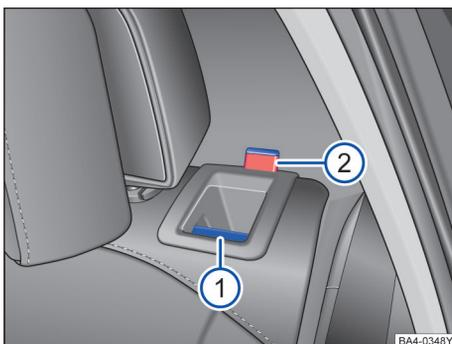

图 57 后排座椅靠背：分离按钮 ①；红色标记 ②
- 向前拉分离按钮 ⇒ 图 57①，同时前折靠背。
- 松开后排座椅靠背后应能看见按钮上的红色标记 ②。